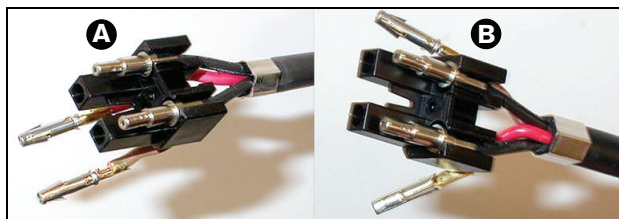

Abb. 29.32: Montage von Block und hinterem Gehäuse
- 27 Haken Sie die Hülsen in den Montageblock (siehe Abb. 29.32)